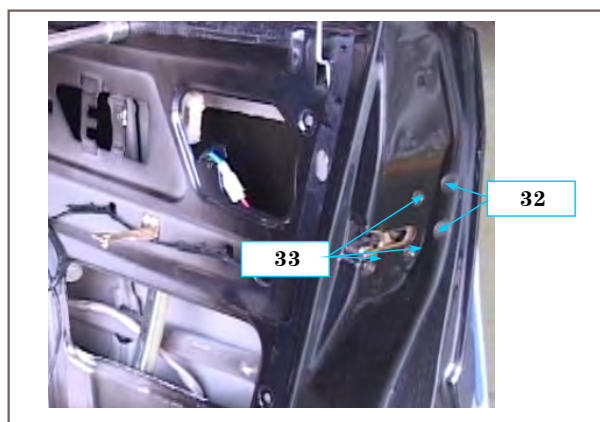

图10-55 装门锁总成
①装上螺钉33后将锁体总成装入车门内，装上两密封套32。（如图10-55所示）。